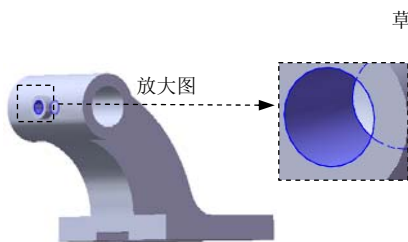
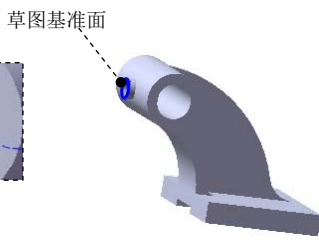
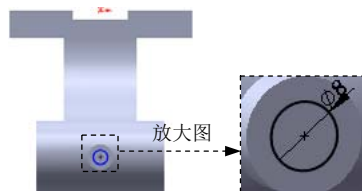

图 3.32.16 切除-拉伸 5
图 3.32.17 草图基准面
图 3.32.18 横断面草图
Step10. 创建图 3.32.16 所示的零件特征——切除-拉伸 5。选取图 3.32.17 所示的模型表面作为草图基准面，绘制图 3.32.18 所示的横断面草图，采用系统默认的拉伸深度方向，在“拉伸”对话框 **方向1** 区域的下拉列表中选择 **成形到下一面** 选项，单击对话框中的 **✓** 按钮。